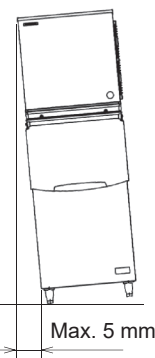

Fig. 2
- Disporre il distributore/il contenitore di raccolta ghiaccio in posizione orizzontale lungo l'asse fra il lato destro e sinistro e l'asse fra il lato anteriore e posteriore. Se si utilizza un contenitore di raccolta ghiaccio, regolarne le gambe in modo che il contenitore sia in posizione orizzontale. Vedere Fig. 2.